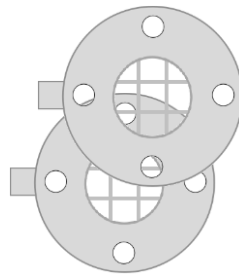

図 1-2. 消防防災設備機器仕様地上型フートバルブ ストレーナー
- 一次側配管(吸水管)の両端に装着するストレーナー（２個）が付属します（図 1-2）。